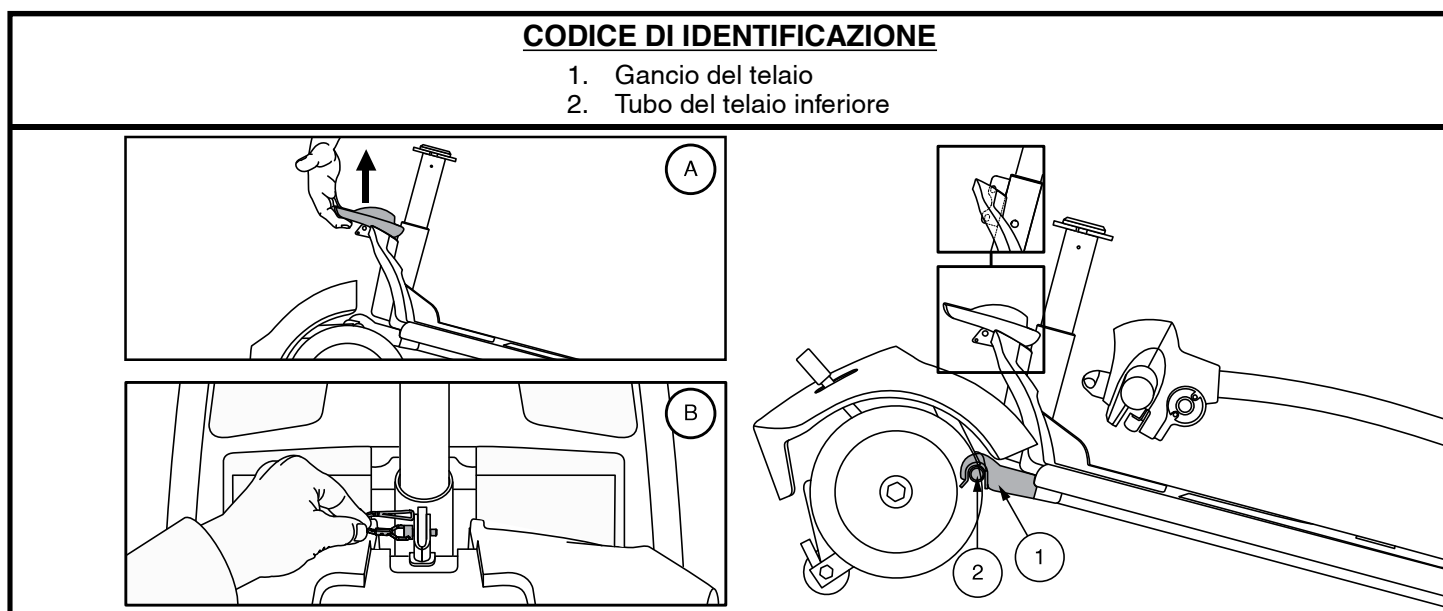

Figura 33. Leva di rilascio del telaio (Stile A) e Perna di chiusura del telaio (Stile B)
4. Separare lentamente le due sezioni del miniscooter. **Vedere figura 33.**
NOTA: Prima di effettuare il montaggio, inclinare la metà posteriore del miniscooter leggermente all’indietro sulle ruote antiribaltamento, come illustrato nella figura 33.
1. Usare la leva di rilascio del telaio (o la piantone del sedile per modelli 36, 336, 83 e 84) per sollevare la parte anteriore mentre si allineano i ganci del telaio della parte anteriore con il tubo del telaio inferiore della sezione posteriore. **Vedere figura 33.**
2. Una volta che i ganci del telaio sono sopra il tubo del telaio inferiore, abbassare la sezione anteriore e ruotare contemporaneamente la sezione posteriore. Questa operazione aggancia automaticamente la chiusura del telaio nei modelli 39, 40LX, 40X, 44X, 40E, 44E, 44LX, 49, 50LX, 50LXLIT, 53, 53HD, 54, 54LX, 54HD, 66, 67, 73, 74 e Jazzy ZTS. Nei modelli 36, 336, 83 e 84, è necessario inoltre reinstallare il perno di chiusura del telaio per completare il montaggio del corpo. **Vedere figura 33.**